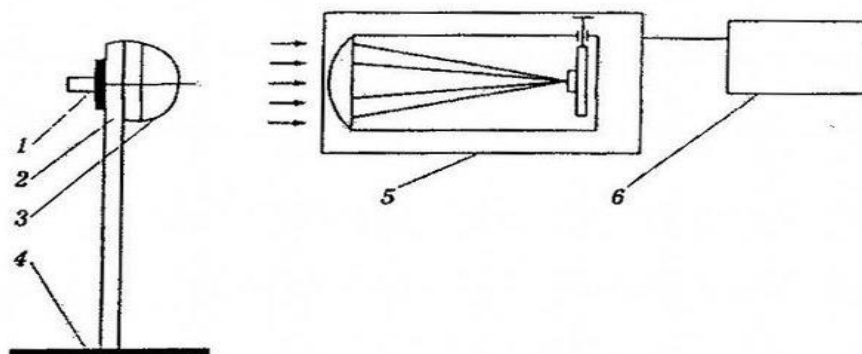

Рис. 1. Схема лабораторной установки:
1.5. Провести проверку технического состояния световых приборов в установленном порядке на лабораторной установке (рис. 1).